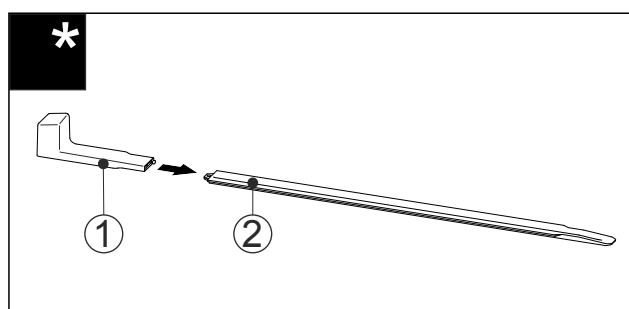

Fig. 60
- Insérer la poignée de montage Fig. 60 (1) dans le rail de nivellement Fig. 60 (2).